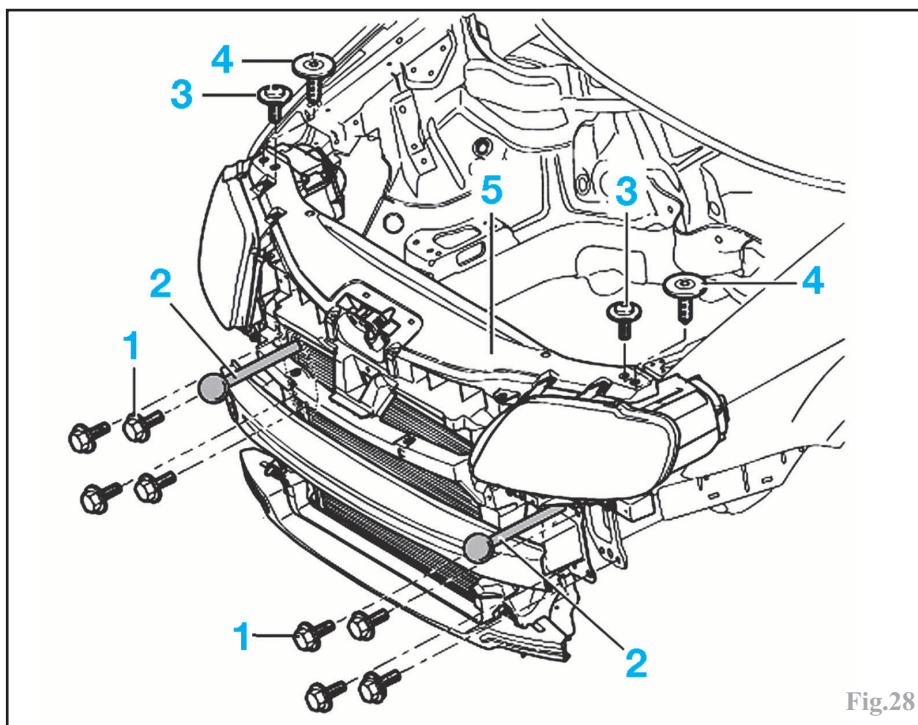

Fig.28
-les vis de fixation (1) de la traverse supérieure du bouclier (Fig.28).
Déposer les vis de fixation (3) et (4) de la face avant (5) et l'avancer de **10 cm** environ sur les piges de guidage pour la mettre en position de maintenance (Fig.28).